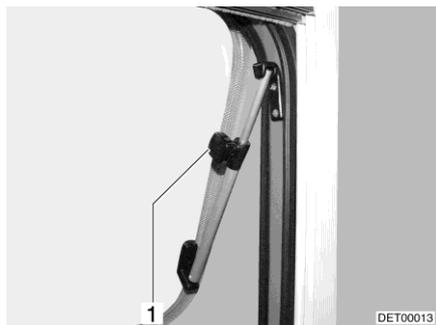

Fig. 123 Oblò con deflettori a rotazione, aperto
- Aprire l'oblò fino alla posizione desiderata e fissarlo mediante il pomello zigrinato (Fig. 123,1).
- Ruotare il pomello zigrinato (Fig. 123,1) fino a che l'arresto viene sbloccato.